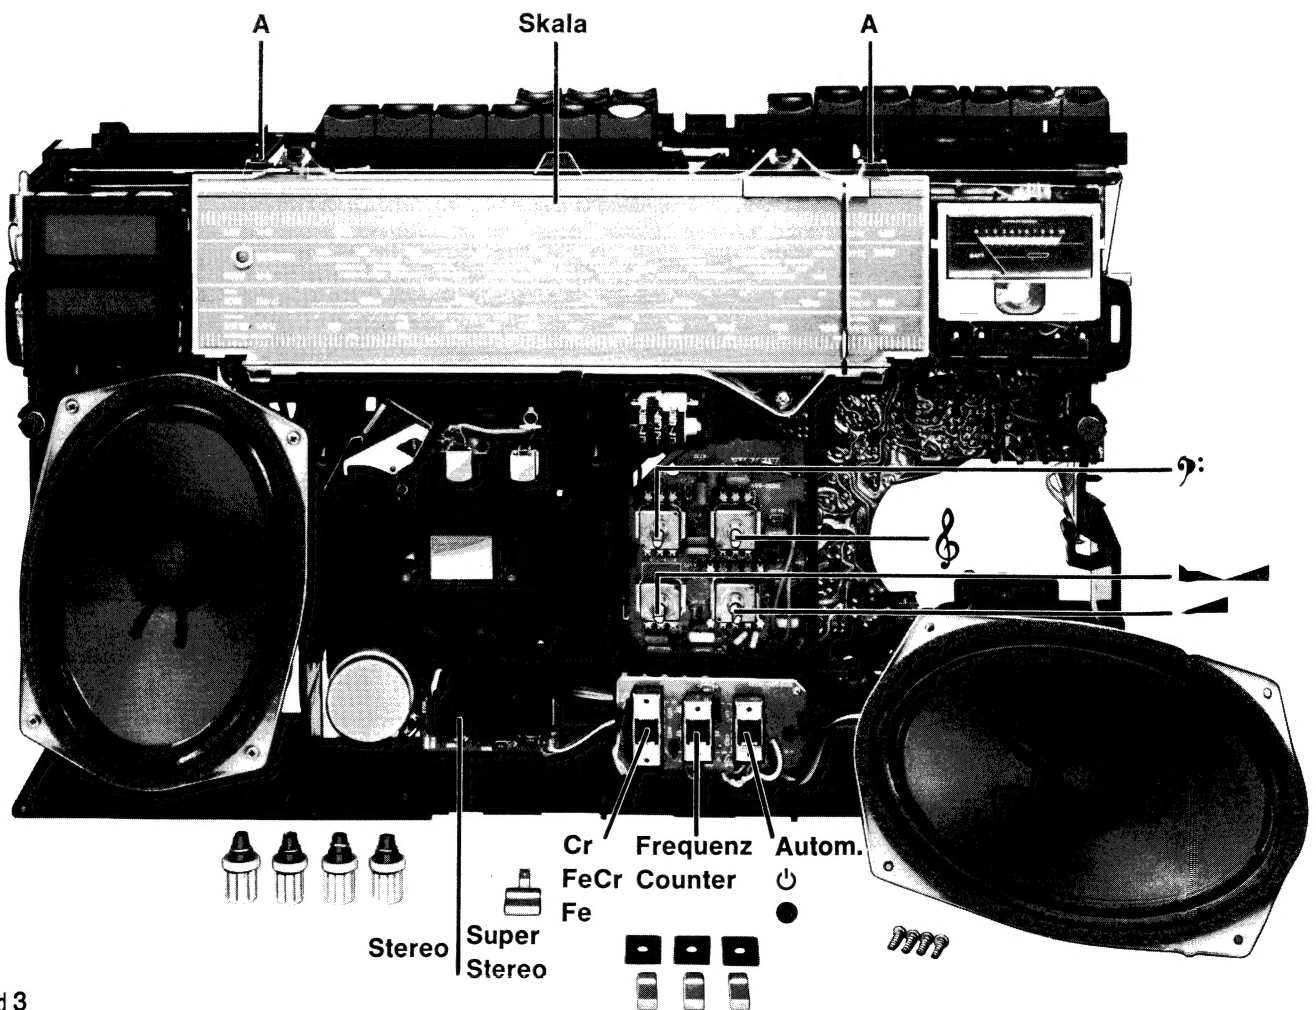

Bild 3
- Sämtliche Knöpfe, einschließlich der Kipphebel und den Senderwahlknopf abziehen [Bild 3].
### 2.3 Ausbau der Skala [Bild 3, 4]
- Skalseil auf die Rastnasen **A** heben [Bild 3].